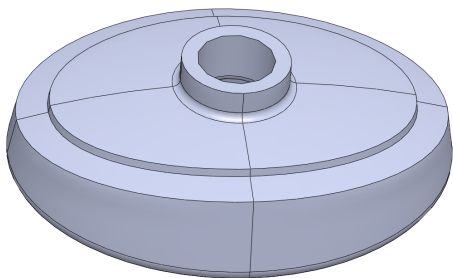

图 8-22 打开素材模型
(1) 单击常用工具栏中的【打开】按钮，打开一幅素材模型，如图 8-22 所示。